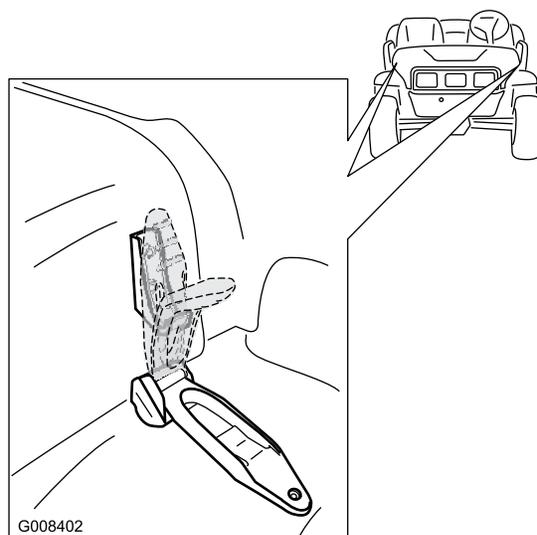

Рисунок 25
1. Поднимите ручки резиновых фиксаторов с каждой стороны капота (Рисунок 25).
2. Закрепите капот, совместив резиновые фиксаторы с замками фиксаторов с каждой стороны капота (Рисунок 25).